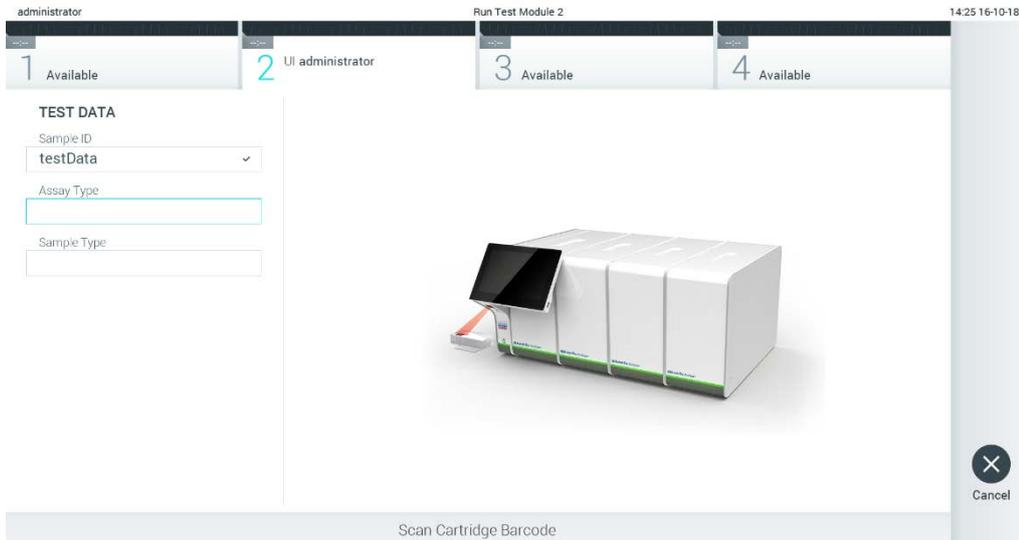

Figura 24. Scansione del codice a barre della cartuccia d'esame QIAstat-Dx.
3. Quando richiesto, eseguire la scansione del codice a barre della cartuccia d'esame QIAstat-Dx da utilizzare. Il QIAstat-Dx Analyzer 1.0 riconosce automaticamente l'esame da eseguire in base al codice a barre della cartuccia d'esame QIAstat-Dx (Figura 24).